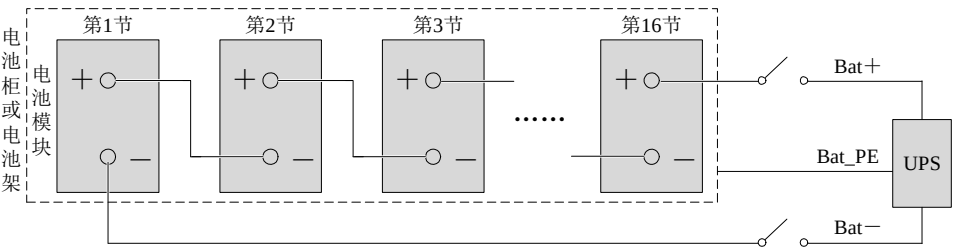

图2-20 电池模块接线原理图
UPS 出厂默认电池节数 16 节，原理图如图 2-20 所示。
1. 如图 2-20 所示，电池组和 UPS 主机之间必须加配直流电池空开。